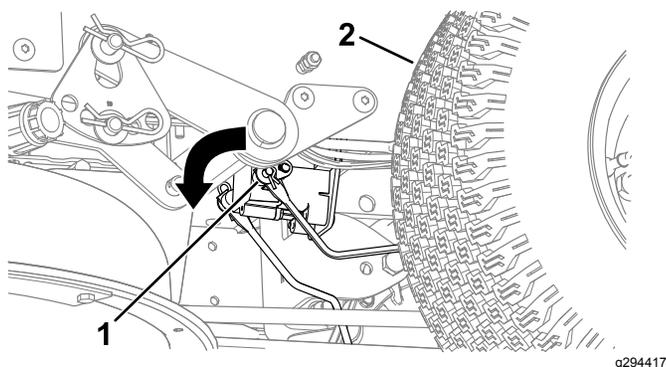

Рисунок 51
3. Найдите вал на электрическом тормозе, к которому подсоединены рычаги тяги тормоза (Рисунок 51).